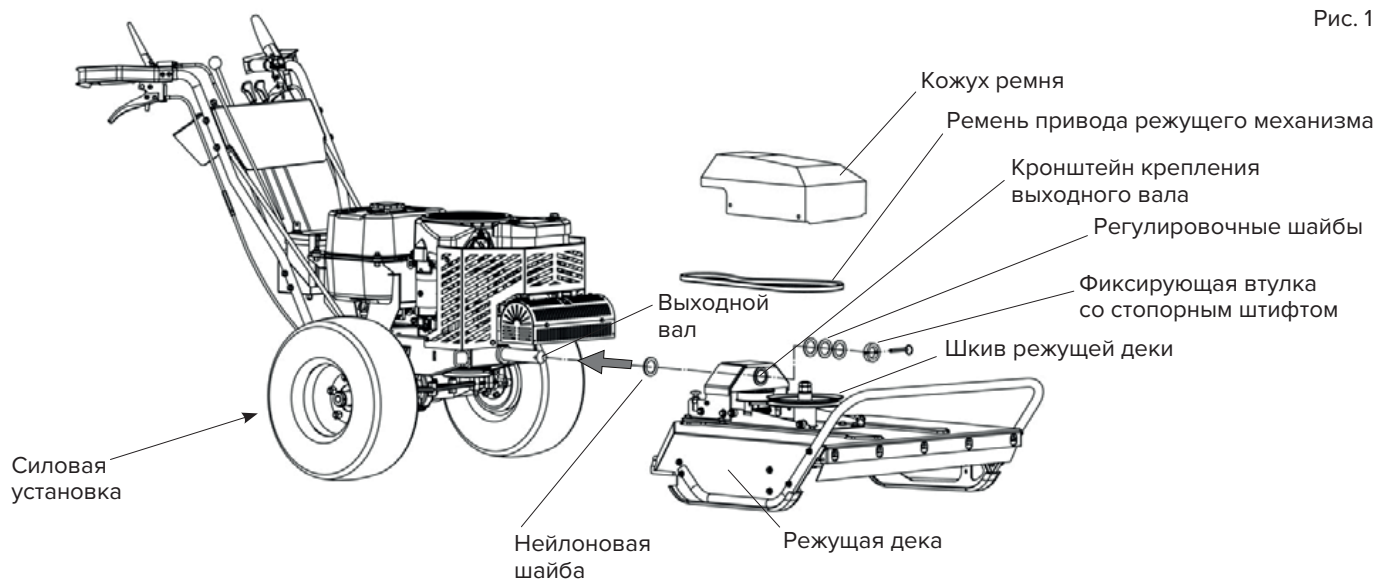

Рис. 1
1. Разрежьте обвязку и снимите стопорный штифт и хомут с силовой установки (рис. 1).